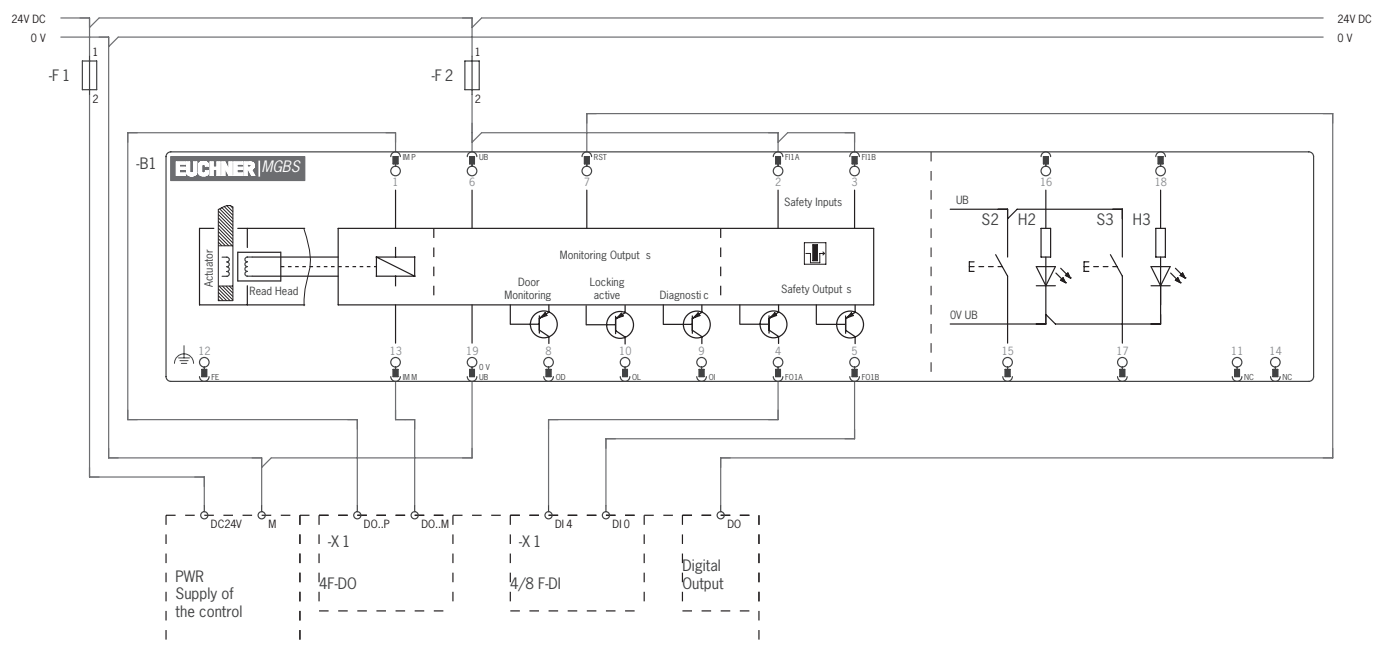

図 7: ET200 に対する接続に関する接続例
- ▶ 制御システムの安全出力を使ったソレノイドバルブのデュアルチャンネル制御の場合、以下のポイントを順守してください (図 7 (P 35) 参照):